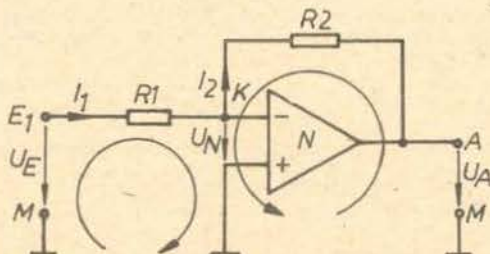

Abb. 5.08
Diese Formel ist zwar richtig, aber trotzdem können wir damit noch nichts anfangen. Woraus ergeben sich denn die Beziehungen für  $U_A$  und  $U_E$ ? Wir hatten bereits festgestellt, daß die äußere Beschaltung des OV's mit Widerständen die Verstärkung beeinflusst. Das sind in Abb. 5.08 (auch in Abb. 5.07) die Widerstände  $R_2$  und  $R_1$ . Die Kombination aus beiden Widerständen stellt eine Gegenkopplung dar. Die am Ausgang anliegende positive Spannung wird über den Widerstand  $R_2$  auf den invertierenden Eingang zurückgeführt und schwächt wegen ihrer umgekehrten Polarität zur anliegenden negativen Eingangsspannung diese um einen bestimmten Betrag, so daß der Punkt K (Abb. 5.08) nahezu Massepotential hat. Der Grad der Schwächung oder besser der sich ergebende Verstärkungsfaktor wird also maßgeblich durch die Widerstände  $R_2$  und  $R_1$  bestimmt. Wenn das so ist, dann müssen wir erreichen, daß  $R_2$  und  $R_1$  in die Berechnung der Verstärkung eingehen. Dazu müssen wir Beziehungen finden. Die Beziehungen für  $U_A$  und  $U_E$ , in denen die Widerstände  $R_2$  und  $R_1$  eine Rolle spielen, erhalten wir aus der Kirchhoff'schen Maschenregel. Vergleiche hierzu Abb. 5.08.
2. Eine angelegte Spannung kann nicht nur verstärkt, sondern auch abgeschwächt werden. Entscheidend für den Verstärkungsfaktor ist das Gegenkopplungsnetzwerk (nach Abb. 5.08), bestehend aus den Widerständen  $R_2$  und  $R_1$ . Für die Verstärkung  $V$  gilt: